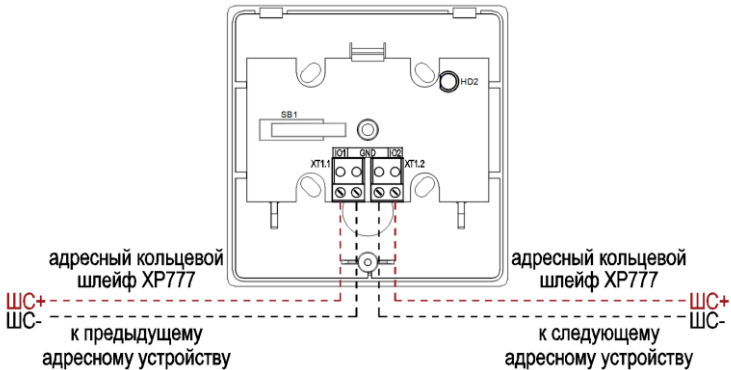

Рис. 2. Схема подключения УДП
На плате УДП обозначены (см. рисунок 2):
- к клеммной колодке подсоединить внешние соединительные линии согласно схеме подключения (см. рисунок 2), пропустив входящие и выходящие провода через нижнее центральное отверстие в основании корпуса;